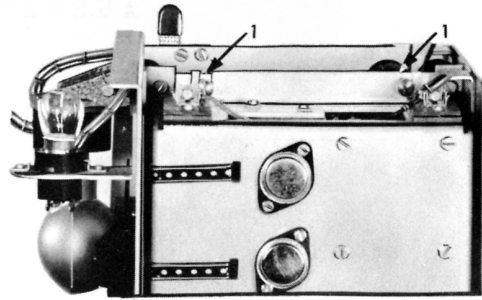
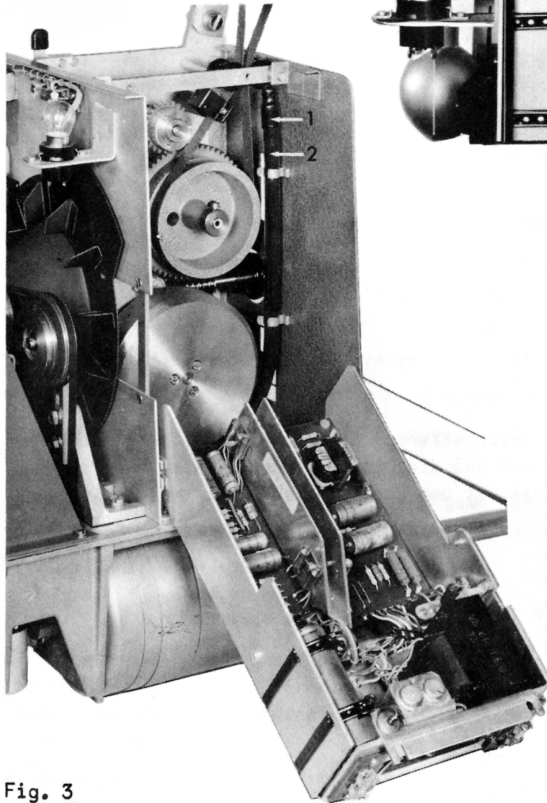

Fig. 2
Fig. 3
- . Die zwei Rändelschrauben 1 (Fig. 2) an der Nichtbedienungsseite lösen und den Verstärker nach vorn schwenken (Fig. 3).
- . Die Kunststoffkappen von Rohr 2 (Fig. 3) und vom Entlüftungsrohr des Schaltmechanismus entfernen und wegwerfen; sie werden nicht mehr benötigt.
- . Die drei Schrauben 2 (Fig. 2) aus der Tonwelle entfernen und die Schwungmasse mit diesen Schrauben befestigen.